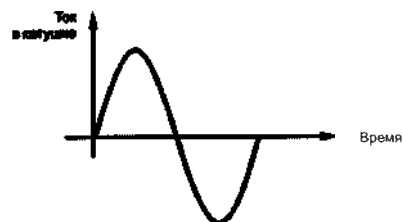

Рис. 2. Бифазный стимул.
- **Бифазный стимул** — стимул, при котором форма тока в катушке индуктора характеризуется одним периодом затухающей синусоиды (рис. 2). Данный тип стимуляции является стандартным и доступен на любом магнитном стимуляторе производства ООО «Нейрософт».